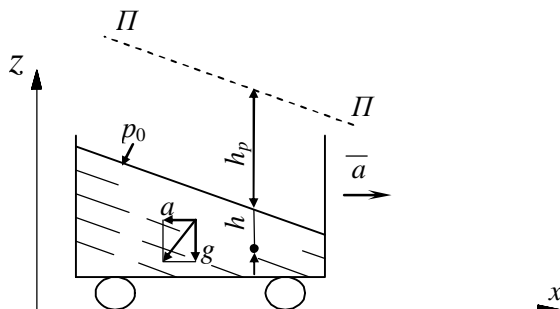

Рисунок 2.6 – Відносний спокій рідини, що розташована у резервуарі, який рухається з постійним прискоренням
2.4.1 При русі резервуару в горизонтальному напрямку з постійним прискоренням (рис. 2.6) на рідину, що перебуває в ньому, діє сила ваги й сила інерції. Вільна поверхня являє собою нахилену поверхню, рівняння якої має вид
якщо тиск на вільній поверхні $p_0 > p_{атм}$ (рис. 2.6), або на глибині